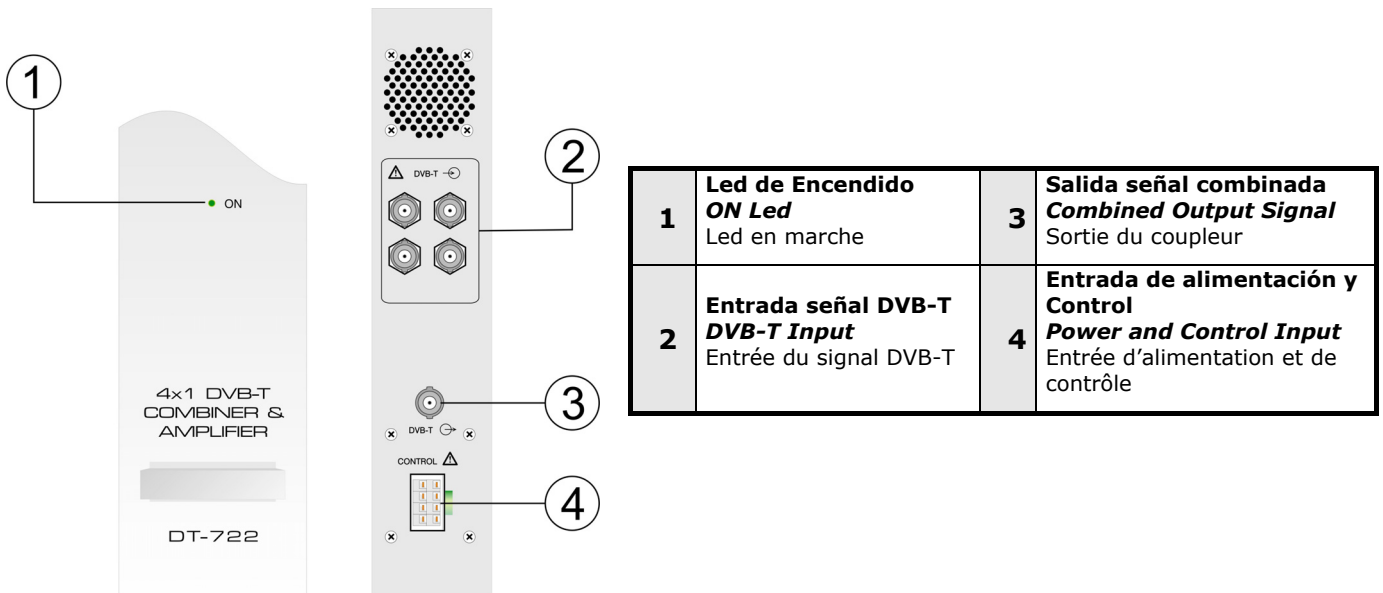

Fig. 1.- DT-722
2.- Conecte la salida del módulo de control DT-800 a la entrada de alimentación del módulo DT-722. (Fig. 1. -4-)
3.- Conecte las señales a procesar a las entradas del combinador. (Fig. 1. -2-).
4.- Las señales se combinan dando lugar a una señal que se envía al conector de salida. (Fig. 1.- 3-).
2.- Connect the output of the control module DT-800 to the power input of the module DT-722. (Fig. 1. -4 -)
3.- Connect the signals to process to the inputs of the combiner. (Fig. 1. -2 -)
4.- The signals are combined resulting in a signal that is sent to the output connector. (Fig. 1. - 3 -)
2.- Connecter la sortie du module de contrôle DT-800 à la puissance d'entrée du module DT-722. (Fig. 1. - 4 -)
3.- Connectez les signaux à traiter aux entrées du coupleur. (Fig. 1. -2 -)
4.- Les signaux sont combinés et le signal obtenu est envoyé à la sortie. (Fig. 1.- 3 -).